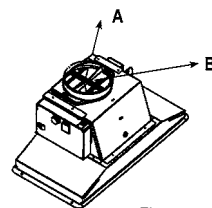

Fig. 1
1. Tilslut slangen til afgangsslangen \varnothing 150 mm (fig. 1, A), som skal installeres med spændebånd (ekstra tilbehør), kontrollér at klapperne i afgangsslangen (kontra-spjæld) (fig. 1, B) åbner og lukker.